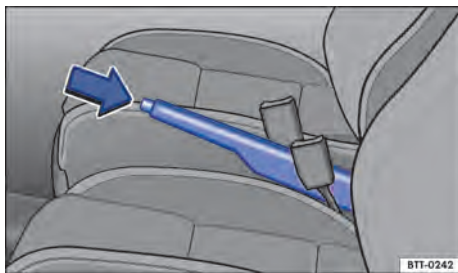

Fig. 113 Entre os bancos dianteiros: freio de estacionamento.
- Puxar a alavanca do freio de estacionamento um pouco para cima e pressionar o botão bloqueador ⇒ Fig. 113 (seta).